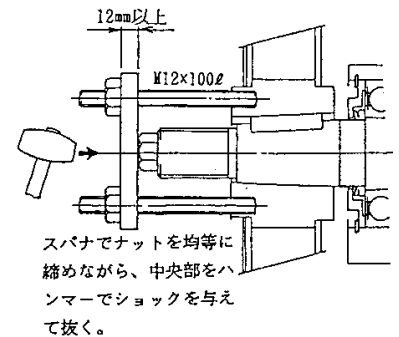

図 9-8
9.3.5 ベアリングケース(図 9-8,9,10)
- ・ ドラムに M12 のタップ穴がありますので右図の要領でドラムを取り外してください。(図 9-8)